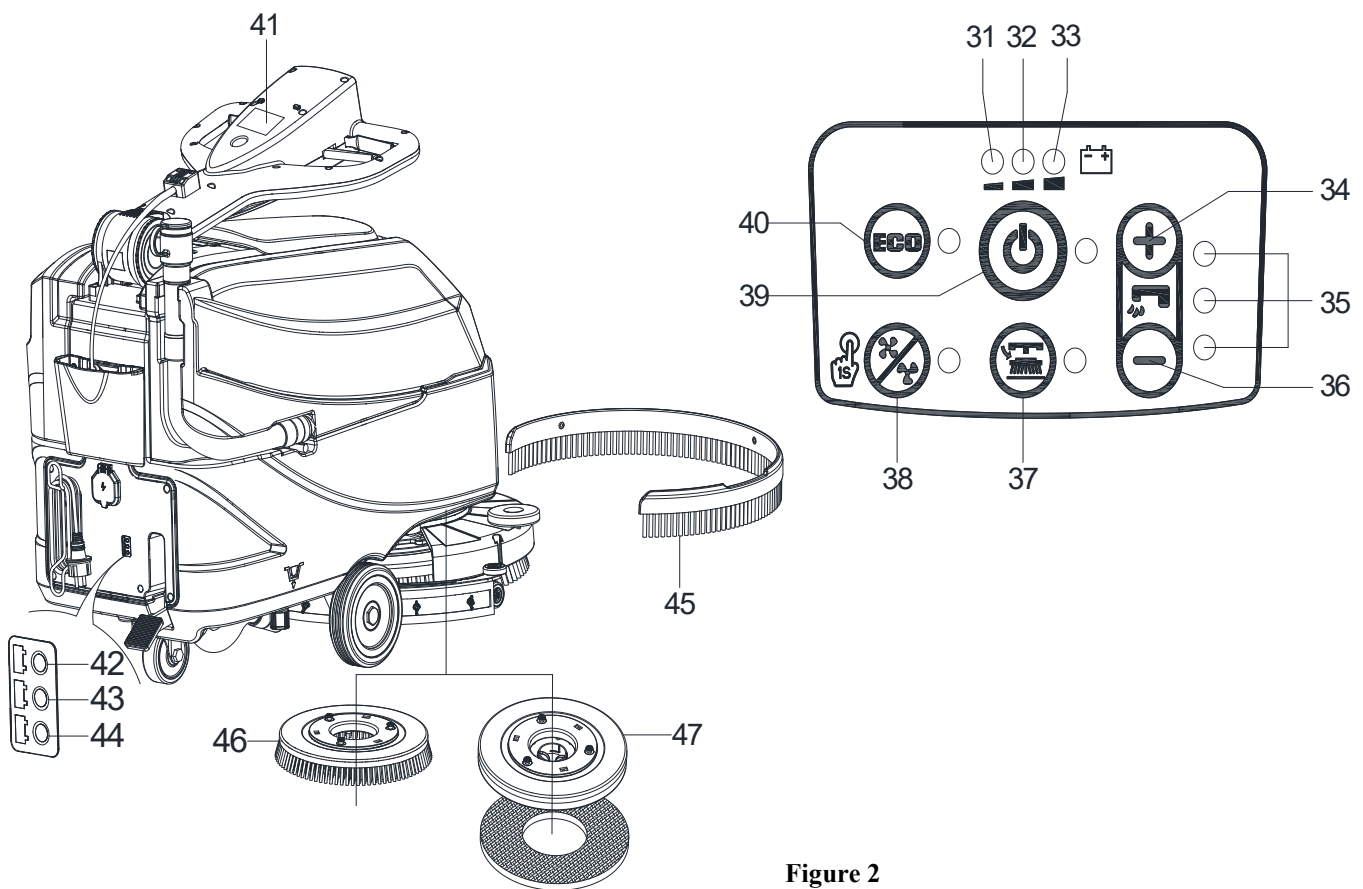

Figure 2
PANNEAU DE COMMANDE (comme représenté sur la Figure 2)
FENÊTRE D'AFFICHAGE DU VOYANT DU CHARGEUR (comme indiqué à la Figure 2)
2. En appuyant sur le bouton (39 Figure 2). Si le voyant d'avertissement vert (33) s'allume, les batteries sont complètement chargées. Si le voyant d'avertissement jaune (32) ou rouge (31) s'allume, les batteries doivent être chargées (voir la procédure au chapitre Entretien).